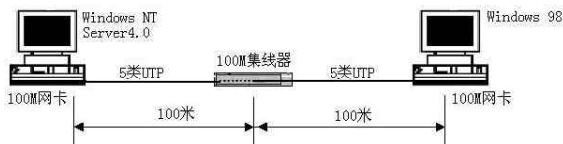

图4 测试环境示意图
■建立如图4所示的测试环境。注意:两根待测双绞线的长度必须为100m,而且所使用的集线器(或交换机)及网卡的连接速度为100Mbps或10/100Mbps自适应。